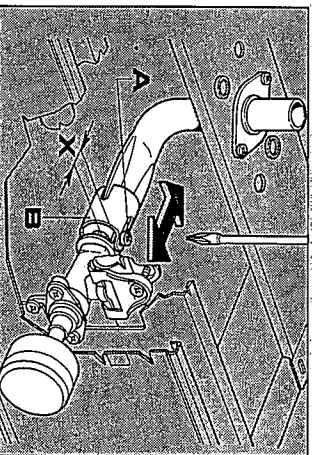

Fig. 25
- Pour le réglage de l'air primaire, allumer les brûleurs et agir sur le bagues B (voir fig. 25) en respectant les ouvertures X indiquées dans le tableau à la page 20. Après le réglage, bloquer la vis A.